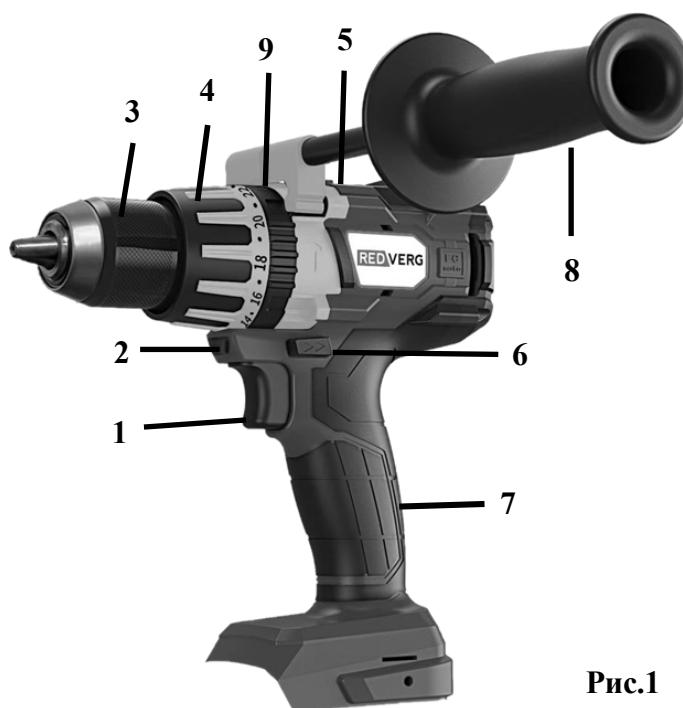
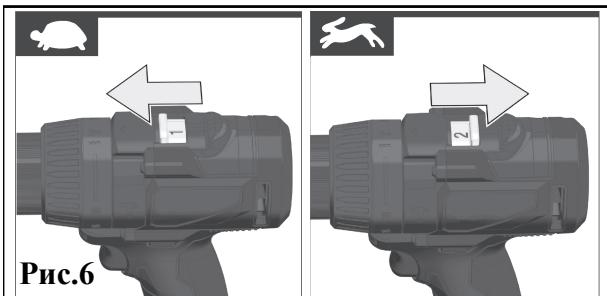
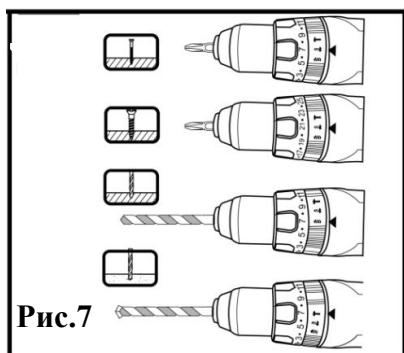

Рис.1
Рис.6
Рис.7
5.1. Общий вид шуруповёrtов представлен на **рис. 1:**
5.2. Шуруповёрт состоит из корпуса с расположенными в нем бесщёточным двигателем постоянного тока и планетарным редуктором, обеспечивающим задание предельного момента на шпинделе с помощью регулируемой механической муфты 4 (рис.1). Нижняя часть корпуса переходит в рукоятку 7, в которой установлена клавиша выключателя 1. Нижняя часть рукоятки имеет разъём для присоединения аккумуляторной батареи (не входит в комплект шуруповёрта).
5.4. Включение машины осуществляется нажатием на клавишу выключателя **1**, выключение двигателя при отпускании этой клавиши (**рис.1** и **рис.3**), а плавное изменение частоты вращения шпинделя от минимального до максимального значения изменением усилия нажатия на клавишу (**рис.4**).
5.5. Переключатель реверса **6** (**рис.1** и **рис.5**) служит для изменения направления вращения шпинделя.
Внимание: переключать клавишу **6** (**рис.1**) можно лишь после полной остановки шпинделя. Изменение направления вращения до полной остановки инструмента может привести к его повреждению. Если инструмент не используется, всегда переводите рычаг реверсивного переключателя в нейтральное положение.
5.6. Для изменения скорости, сначала отключите инструмент, затем переведите переключатель скоростей **5** (**рис.1**) в положение «1» (**рисунок 6**) для низкой скорости или в положение «2» для высокой скорости.
5.7. Изменение предельного момента затяжки осуществляется установкой муфты 4 (рис.1 и рис.7) в положение, указываемое стрелкой на корпусе, а изменение режимов работы с помощью муфты 9 (рис.1 и рис.7):
- с помощью муфты 4 (рис.1) установить необходимый предельный момент затяжки (в зависимости от размера заворачиваемых винтов);
- проверить работоспособность подсветки LED. При установленном аккумуляторе (не входит в комплект изделия) нажать на выключатель 1 (рис.1 и рис.10) лампа подсветки 2 должна загореться, при отпускании выключателя 1 лампа 2 должна погаснуть. Не направляйте луч подсветки в глаза (рис.10).
Установите муфту выбора режимов работы **9 (рис.1 и рис.7,10b)** в положение «Сверло».
Установите муфту выбора режимов работы **9 (рис.1 и рис. 7, 10c)** в положение «Молоток». Этот режим используется для ударного сверления каменной кладки, кирпича и камня. Соблюдайте меры предосторожности такие же как при работе в режиме безударного сверления (п.7.7).